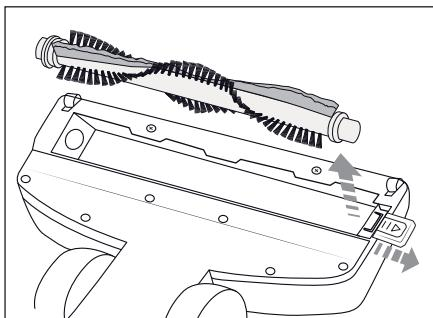

Abb. 7
- 2) Schieben Sie die Verriegelung nach außen und nehmen Sie die Bürstenrolle (15) aus der Bodendüse (Abb. 7).